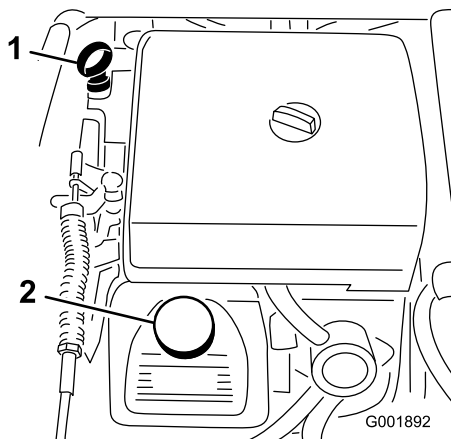

Bild 20
2. Nehmen Sie den Peilstab heraus und wischen Sie ihn mit einem sauberen Lappen ab (Bild 20). Stecken Sie den Peilstab in das Rohr und stellen Sie sicher, dass er vollständig eingeführt ist. Nehmen Sie den Peilstab heraus und prüfen Sie den Ölstand.
3. Wenn der Ölstand niedrig ist, nehmen Sie den Deckel des Einfüllstutzens von der Ventilabdeckung ab (Bild 20) und füllen Sie Öl auf, bis der Ölstand die Vollmarke am Peilstab erreicht. Angaben zur richtigen Ölsorte und zur Viskosität finden Sie unter „Warten des Motoröls“ im Wartungsabschnitt. Gießen Sie Öl langsam ein und prüfen Sie den Ölstand häufig während des Füllens. Füllen Sie nicht zu viel ein.